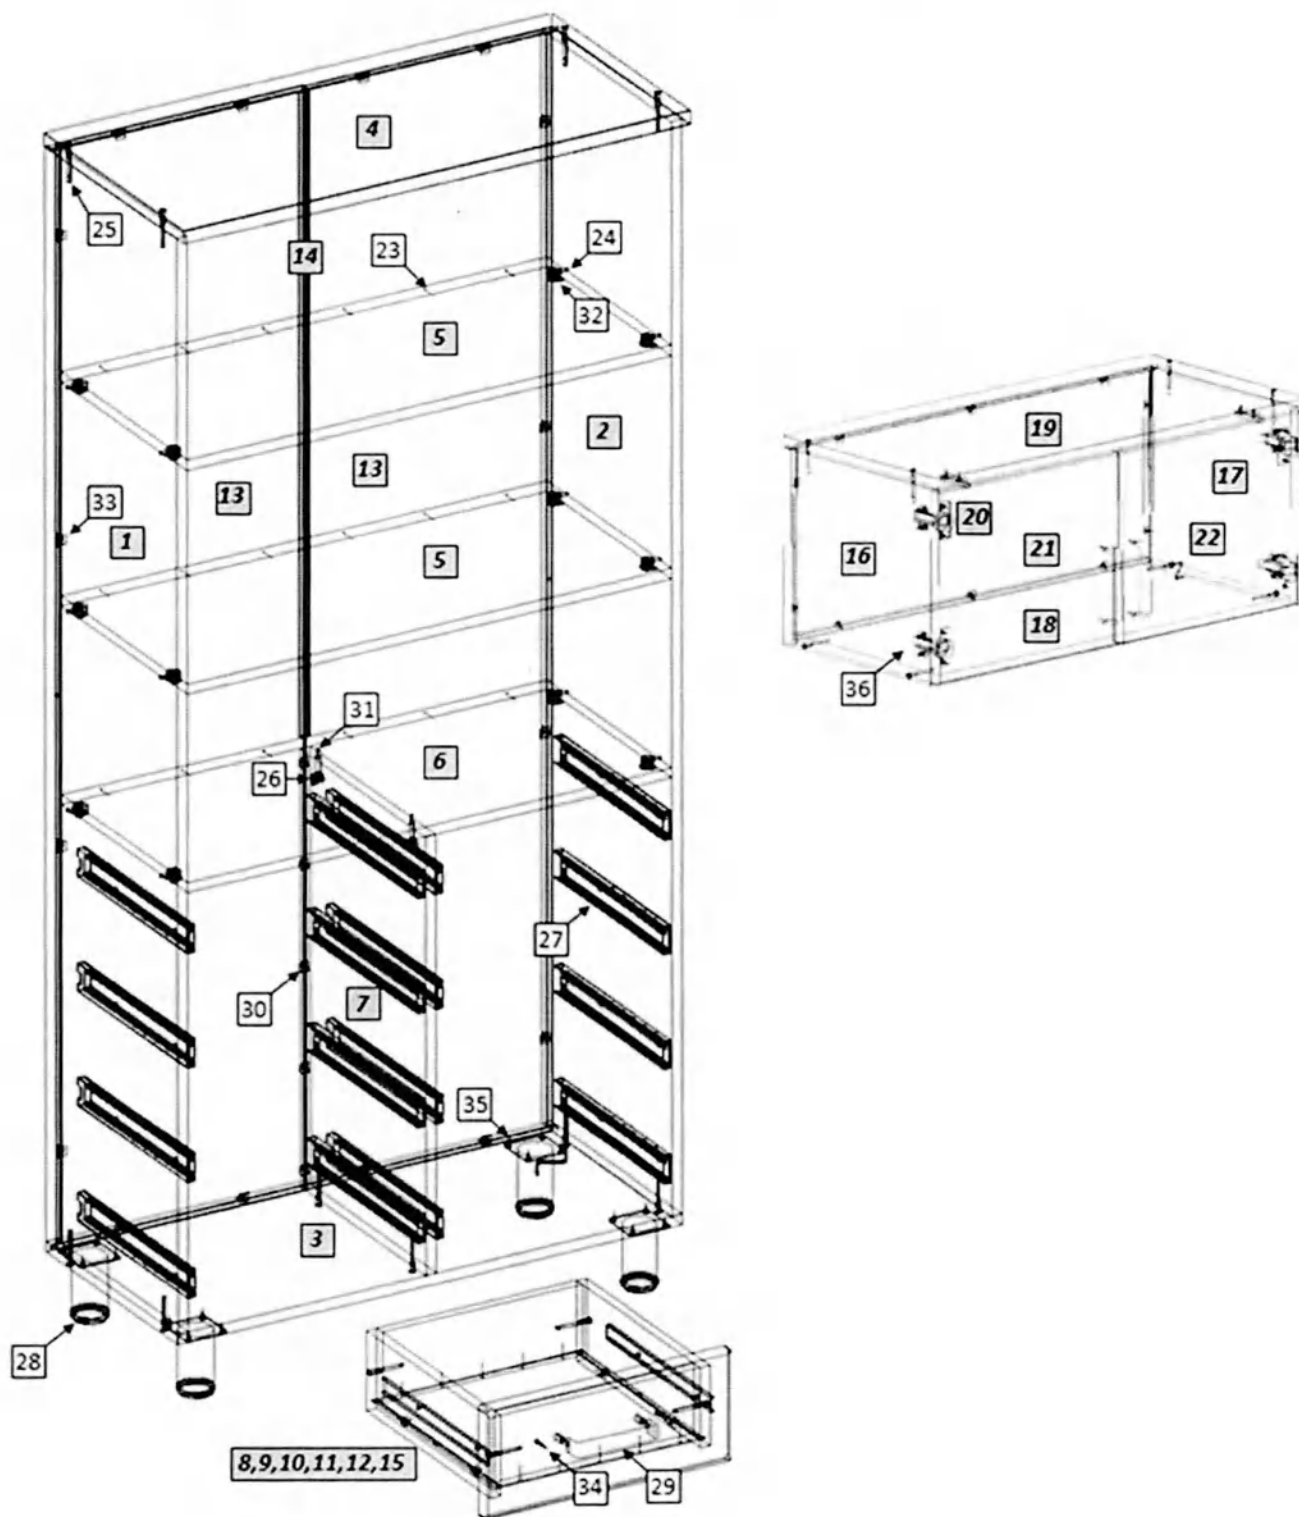

Рис. 1
1. Внимательно ознакомьтесь со схемой сборки, изображённой на рис. 1, сверяясь со спецификацией на изделие. Согласно схеме и спецификации определите расположение деталей в изделии и порядок их сборки. Сборка производится на ровном полу, укрытом материалом, предотвращающим повреждение покрытия пола и деталей мебели. Подготовьте необходимые для сборки инструменты – плоскую и крестовую отвёртки, молоток, рулетку или линейку, шуруповёрт.
2. Разъедините направляющие (20) на широкие (крепятся на боковые стенки шкафа) и узкие (крепятся на ящик) части. Для этого нужно раздвинув направляющую поджать пластиковый (черный) язычок-фиксатор и разделить её. На стенках (1,2,7) шурупами 4×16 (28) закрепите направляющие.
3. На боковых стенках (1,2) установите ввинчиваемые дюбели эксцентриковых стяжек (17). На горизонтальных стенках (5,6) установите эксцентриковые стяжки (25) и штоки эксцентриковых стяжек (24). На средней стенке (7) установите цилиндрические части эксцентриковых стяжек (24).
4. Евровинтами (3) соедините стенки (1,2) с горизонтальной нижней стенкой (3) и крышкой (4), установив в пазы задние стенки (13). В стык задней стенки устанавливается соединительный профиль (14). Среднюю стенку (7) соедините с горизонтальной нижней стенкой (3) евровинтами. Установите и закрепите горизонтальные стенки (5,6); гвоздями (16) зафиксируйте к ним заднюю стенку; закрепите задние стенки в пазах уголками (26). Для крепления задней стенки к средней стенке (7) используйте скрепки (23) с шурупами (28). На горизонтальной нижней стенке (3) шурупами (28) закрепите опоры (21).
5. Сборка ящиков. Внимание! На передних стенках ящиков (11) присадка отверстий выполнена несимметрично – 4 ящика собираются на левую сторону, 4 ящика – на правую. Евровинтами соедините боковые стенки ящиков (8,9) с задними (10) и передними (11) стенками. Дно ящиков (12) установите в пазы и закрепите к задней и передней стенке гвоздями (16), к боковой стенке – уголками (26). Шурупами 4×16 закрепите узкие части направляющих. Шурупами 3.5×30 (27) закрепите фасады (15) к передним стенкам ящиков (11). Установите ручки. Установите собранные ящики в корпус шкафа.